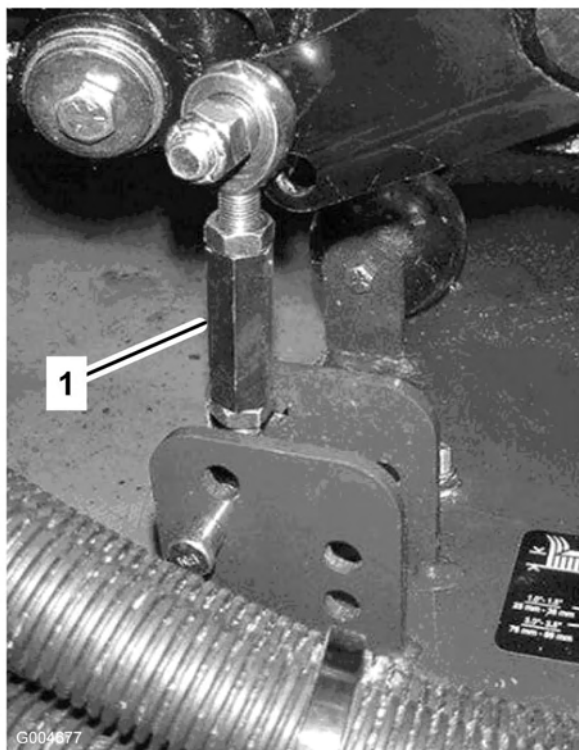
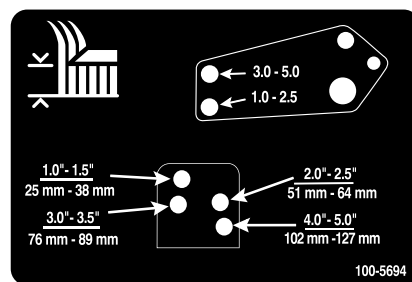

Bild 22
Bild 23
8. Entfernen Sie die Splints und Lastösenbolzen, mit denen die Stoßdämpferverbindungen an den Mähwerkbügeln befestigt sind (Bild 22). Fluchten Sie die Stoßdämpferverbindungslöcher mit den ausgewählten Löchern im Schnitthöheneinstellbügel am Mähwerkrahmen ab (Bild 23), stecken die Lastösenbolzen ein und bringen die Splinte an.